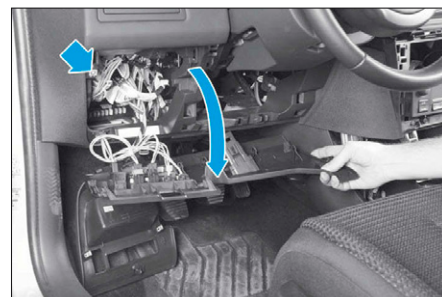

FIG. 39
- Du côté conducteur, basculer la trappe d'accès aux fusibles (vis quart de tour), déposer la vis à l'extrémité gauche et dégrafer la garniture sous planche de bord intégrant le tableau de commande (réglage projecteurs / ESP / AFIL). Débrancher l'ensemble des connecteurs attachant à ce tableau pour déposer la garniture complète (Fig.39).